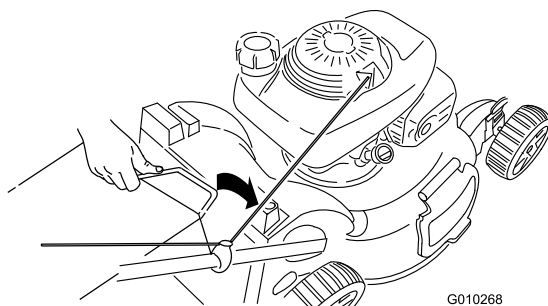

Figura 28
3. Inserite la maniglia del cesto di raccolta nelle scanalature presenti sulla parte superiore del tosaerba (Figura 28).